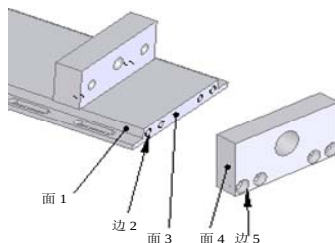
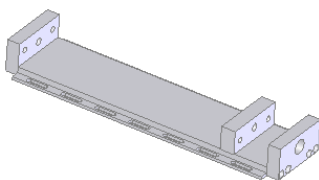

图 10-79 插入电动机支架后的图形
图 10-80 配合后的图形
①插入电动机支架。执行[插入]||[零部件]||[现有零件/装配体]菜单命令，插入电动机支架。具体步骤可以参考上面的介绍，将电动机支架插入到图中合适的位置，结果如图 10-79 所示。
②添加配合关系。执行[插入]||[配合]菜单命令，或者单击[装配体]控制面板中的[配合]按钮，将图 10-79 中的边 2 和边 5 设置为[同轴心]配合关系；将面 3 和电动机支架的背面设置为[重合]配合关系；将面 1 和面 4 设置为[平行]配合关系，结果如图 10-80 所示。